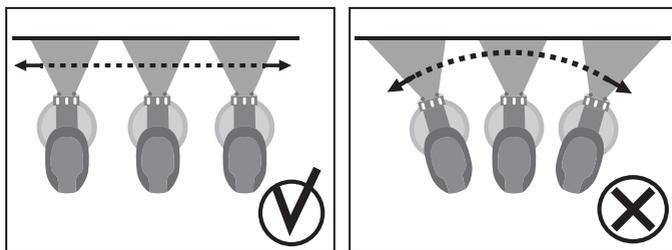

Рис. 3
1. Установите изделие на расстоянии 25-30 см от окрашиваемой поверхности. Включите изделие нажав курок выключателя (2).
**Примечание!** Регулировка расхода материала зависит от степени нажатия на выключатель (2). Максимальный расход определяется регулятором (1). Начните равномерно вести изделие вдоль окрашиваемой поверхности, держа распылитель строго перпендикулярно ей. (Рис. 3).